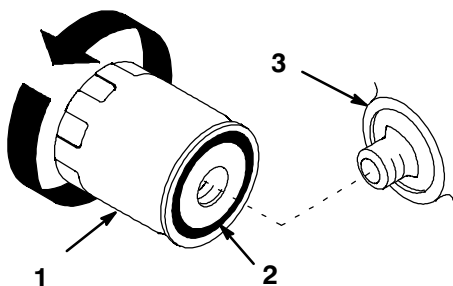

Abbildung 26
3. Den alten Filter entfernen und die Dichtungsoberfläche des Filteradapters (Abb. 26) sauberwischen.
5. Eine dünne Schicht neues Öl auf die Gummidichtung am Austauschfilter geben (Abb. 26).
6. Den Austausch-Ölfilter am Filteradapter anbringen und im Uhrzeigersinn drehen, bis die Gummidichtung den Filteradapter berührt. Dann den Filter um eine weitere 1/2 Umdrehung festdrehen (Abb. 26).